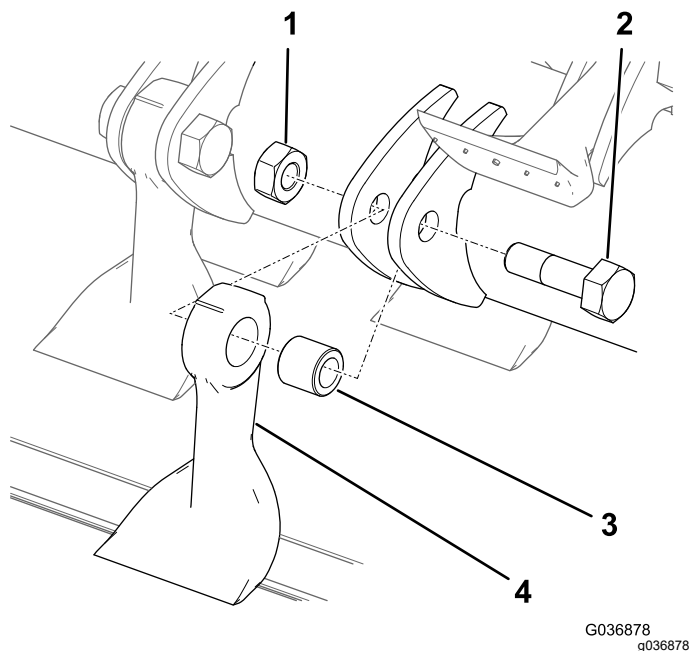

Figure 84
7. Tenez la lame avec un chiffon ou un gant épais et retirez l'écrou, le boulon, la bague et la lame (Figure 84).
9. Fixez une lame et une bague neuves avec un écrou et un boulon neufs (Figure 84).